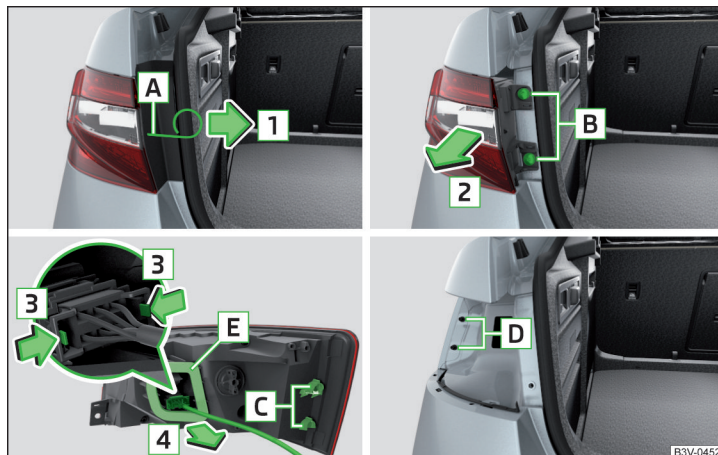

Abb. 371 Leuchte ausbauen / Stecker abziehen
- In die Öffnung **A** » Abb. 371 den Bügel zum Abziehen der Radvollblenden einführen.